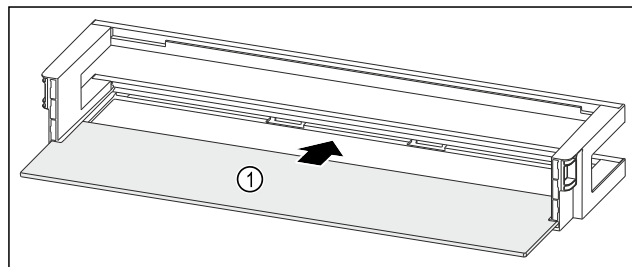

Fig. 204 Balconnet de contre-porte avec tablette de rangement
- Insérer la tablette de rangement Fig. 204 (1) dans les évidements latéraux.